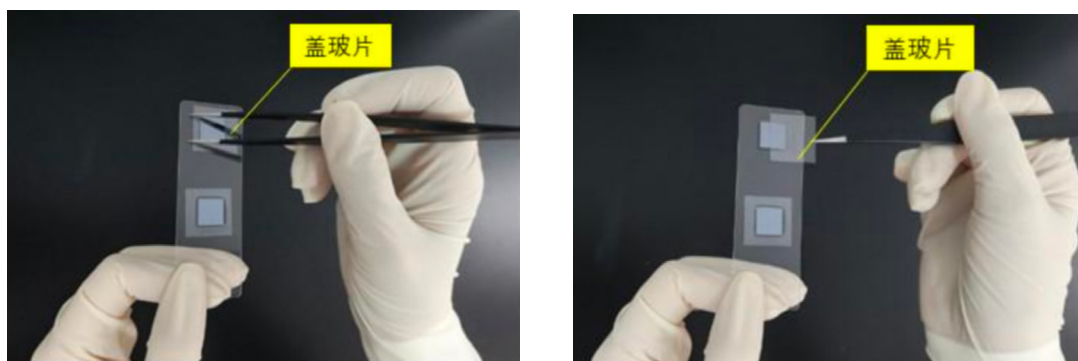

图 3-17 盖玻片移除操作
- 用镊子将盖玻片轻轻推至载玻片边缘，直到芯片与盖玻片完全分离；用无尘纸擦拭芯片周围液体（图 3-17）；